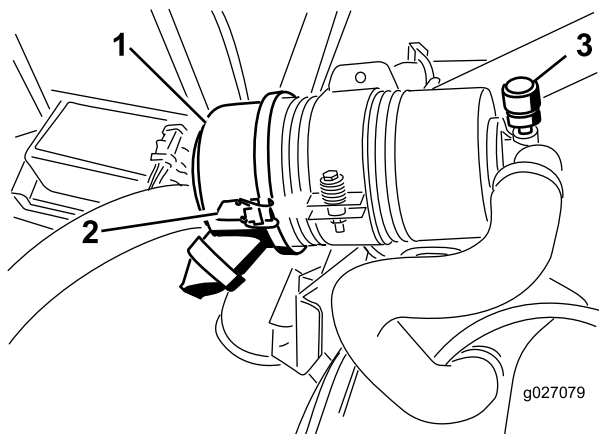

図 53
エアクリーナの整備はインジケータ 図 53 が赤色になってから行ってください。早めに整備を行っても意味がありません。むしろフィルタを外したときにエンジン内部に異物を入れてしまう危険が大きくなります。
1. エアクリーナのカバーをボディーに固定しているラッチを外す 図 53。